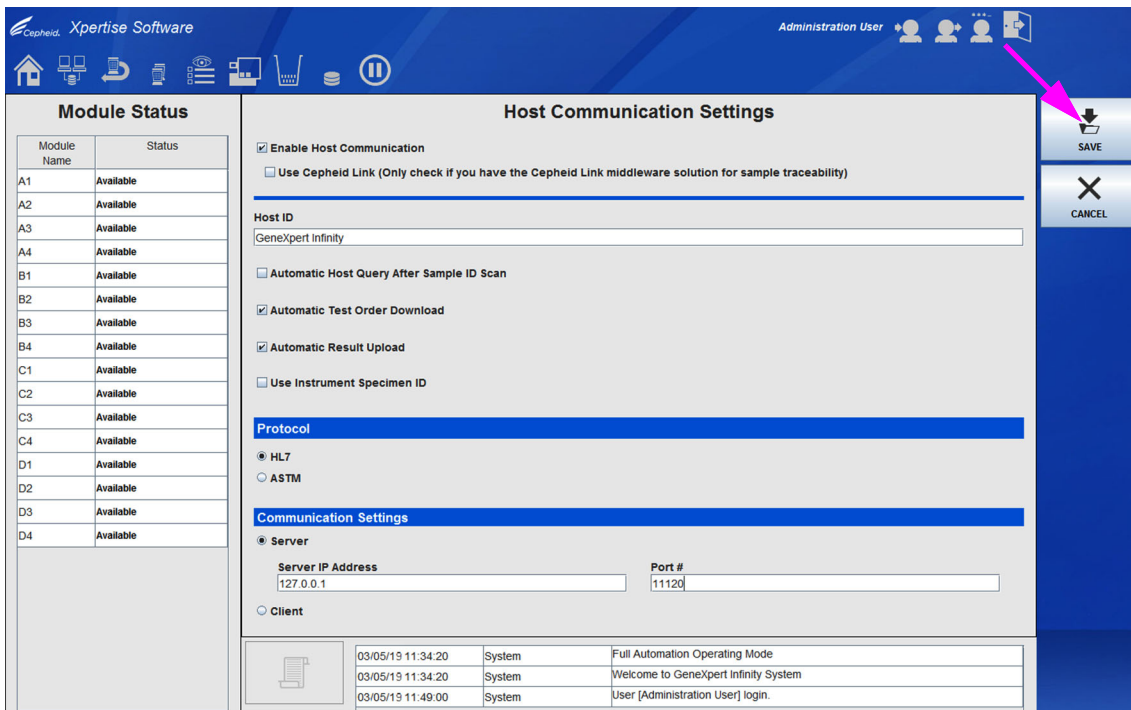

図 2-33. ホスト通信設定ワークスペース、編集後
8. ホスト通信を設定した後、必要に応じて、**保存 (SAVE)** ボタンを選択します。図 2-33 を参照。